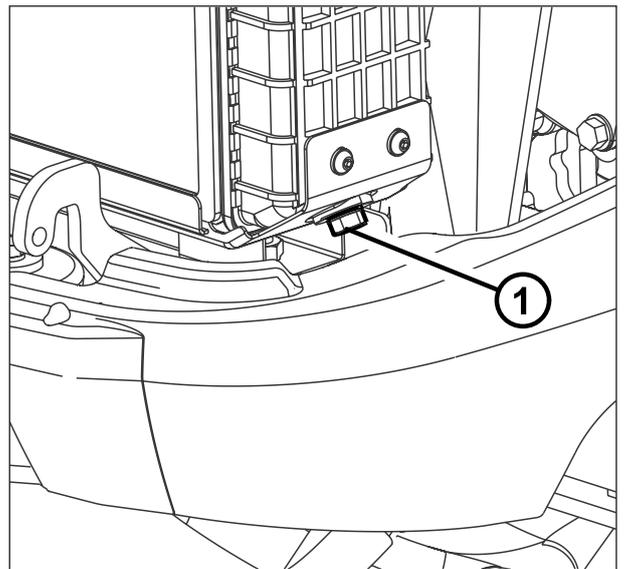

Fig. 123
OPERACIÓN 26 Instalación de refrigeración (Fig. 123) Limpieza
Colocar un recipiente de recogida y descargar el líquido refrigerante por el tapón (1) Fig. 123 del radiador.